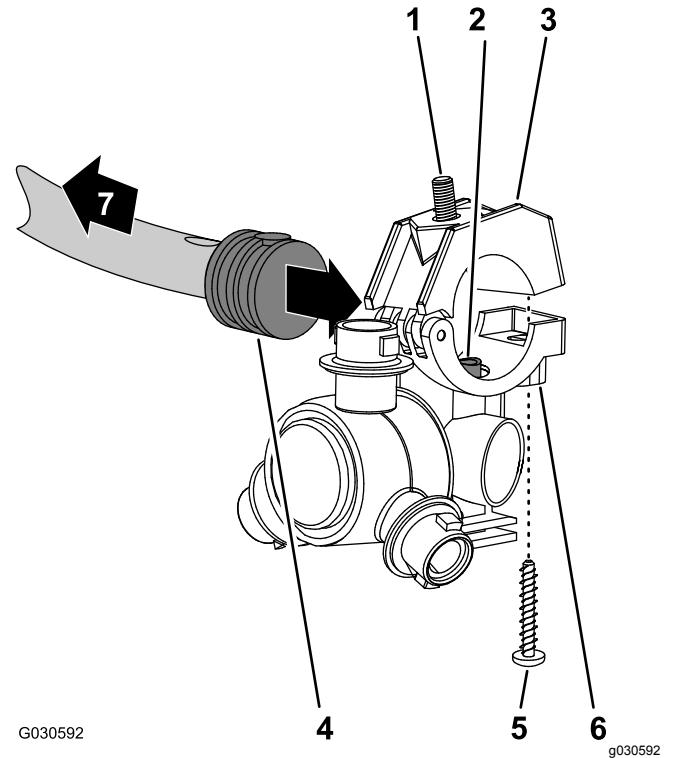
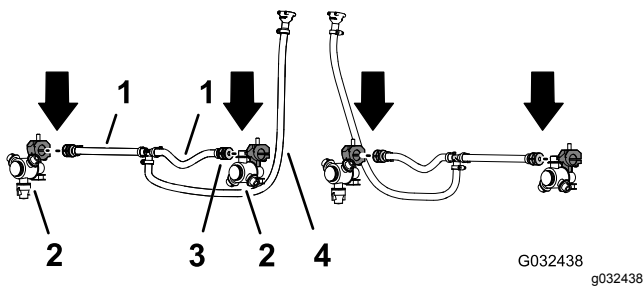

図 79
図 80
2. ジョリンクスプレーシステム仕上げキットに入っているノズル本の、クランプの上半分をサドルに固定しているステンレスねじを外す図 79。
3. センターブームスプレーバルブ5または6用のホースアセンブリ25cmの端部についている片側バープ付きホースシャックの側面にある穴を探し出す図 79 と 図 80。
4. ノズルのサドルに付いているトランスファチューブ 図 79 を、片側バーブ付きホースシャック 1/2 インチの穴に合わせる。
5. バーブ付きホースシャックにホースクランプの上半分をセットし、クランプとノズルボディ 図 79 を、ステンレスねじ #12 x 1-1/4 インチで固定し、1418N·m 0.250.3kg.m = 2025in·lb にトルク締めする。
6. ステップ 1 と 2 スプレーヤのノズルを取り外す (ページ 30) で外したノズル、六角ボルト、ステンレスねじを使って、ステップ 3 5 を、もう一方のホース 25cm の片側バーブ付きホースシャック 図 79 と 図 80 に対しても行う。
7. ステップ 4 スプレーヤのノズルを取り外す (ページ 30) で外した2つのノズルについて、もう一方のホースアセンブリスプレーバルブ5または6の片側バーブ付きホースシャックに対してステップ 3 5 を、行う 図 79 と 図 80 。